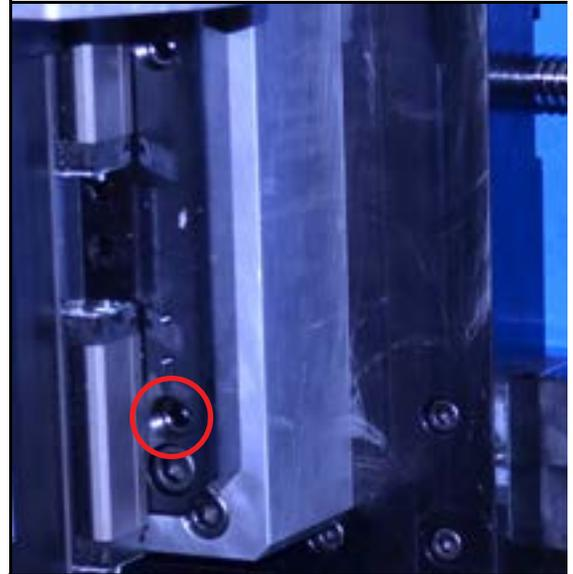

ABBILDUNG 4-7. POSITION DER SCHRAUBE FÜR DIE X-ACHSE
- c) Einstellen der Schrauben der X-Achse (wie in Abbildung 4-7 dargestellt), bis der Anzeigewert innerhalb von 0,03 mm (0,001") liegt.